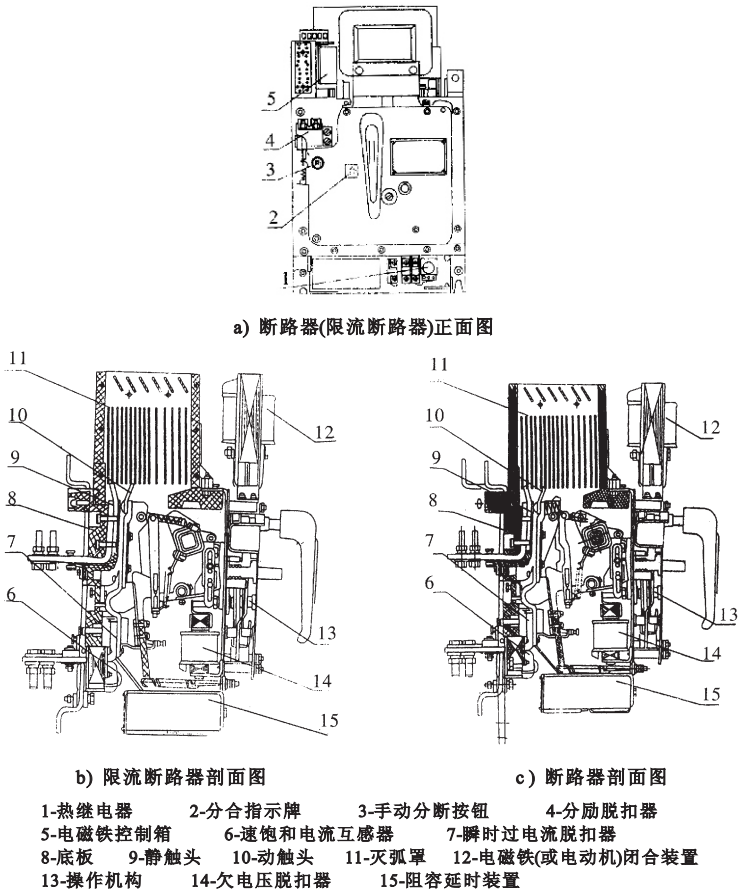

图5
4.1.1 断路器及限流断路器均为立体布置形式，触头系统、瞬时过电流脱扣器、左右侧板安装在一块绝缘板上，上部装有灭弧系统，正前方为操作机构，在机构的左上方有“分”、“合”指示及手动断开按钮,操作机构的左上方装有分励脱扣器及DK-2或DK-10或DK-1F电磁铁操作控制箱,中间装合闸电磁铁(单纯手动合闸或装有电动机闭合装置的断路器及限流断路器则不安装合闸电磁铁及操作控制箱)。其内侧装有欠电压脱扣器与脱扣半轴相连。速饱和电流互感器套在下母线上,欠电压阻容延时装置,热继电器分别装在断路器底部(见图5)。